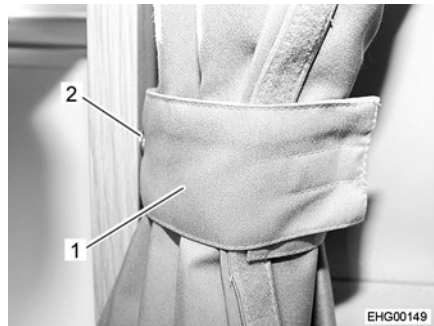

Bild 4 Vorhangverdunklung, gesichert
- Beide Hälften der Faltverdunklung (Bild 4,2) jeweils am Griff (Bild 4,1) nach außen unter die Abdeckung an der A-Säule schieben.
- Griff jeweils auf der Abdeckung (Bild 4,3) feststecken. Die Frontscheibenverdunklung ist damit gegen versehentliches Schließen während der Fahrt gesichert.
- Beide Hälften der Vorhangverdunklung mit Schlaufe (Bild 4,1) und Druckknopf (Bild 4,2) sichern.